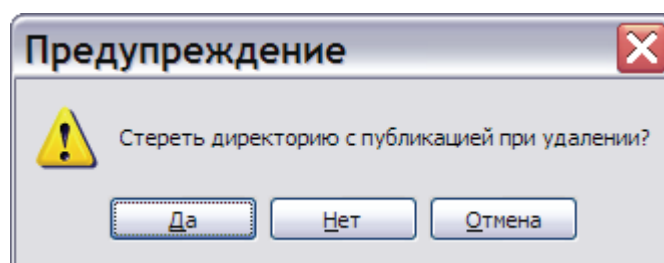

Рис. 3.131
2. В меню **Публикация** выберите команду **Удалить** (или нажмите клавишу DEL на клавиатуре). После этого откроется окно **Внимание** с вопросом об удалении публикации с диска (Рис. 3.131).